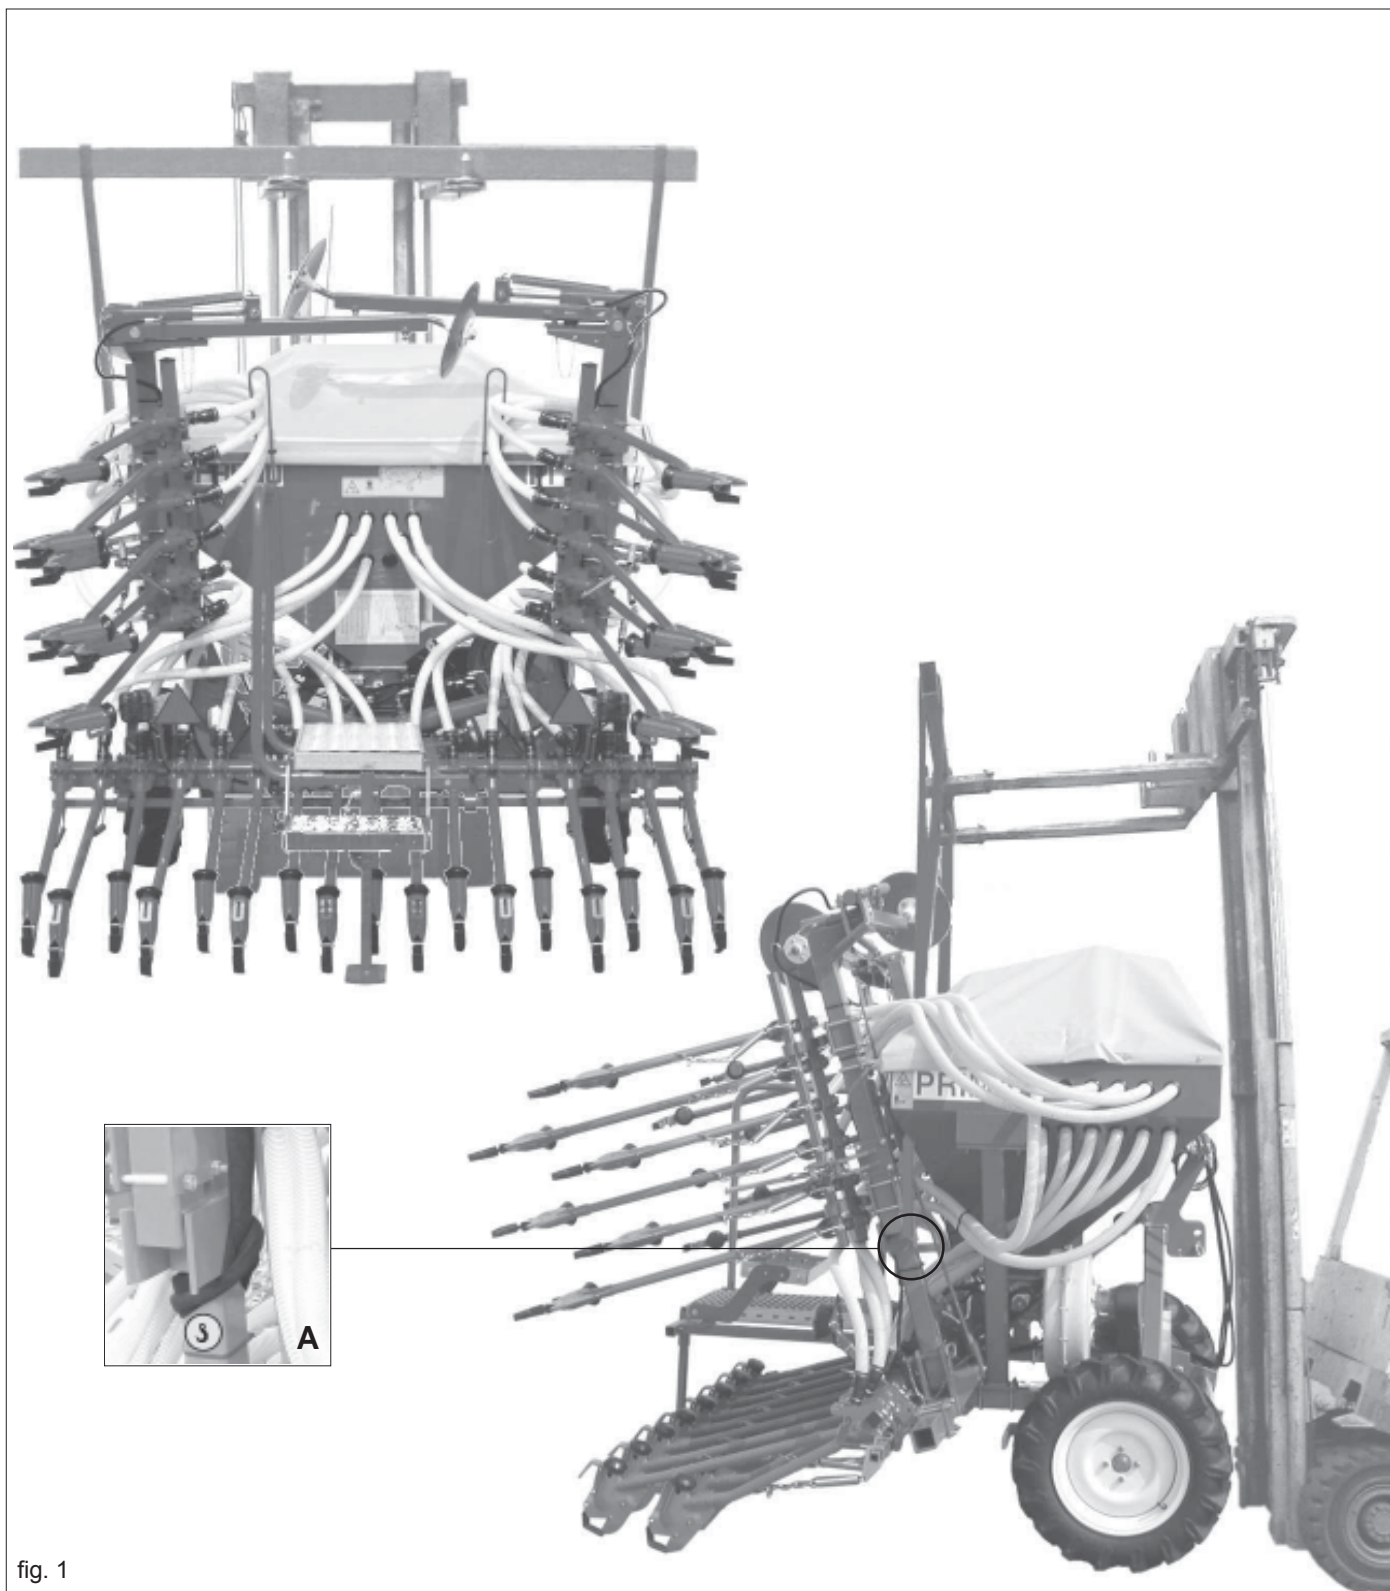
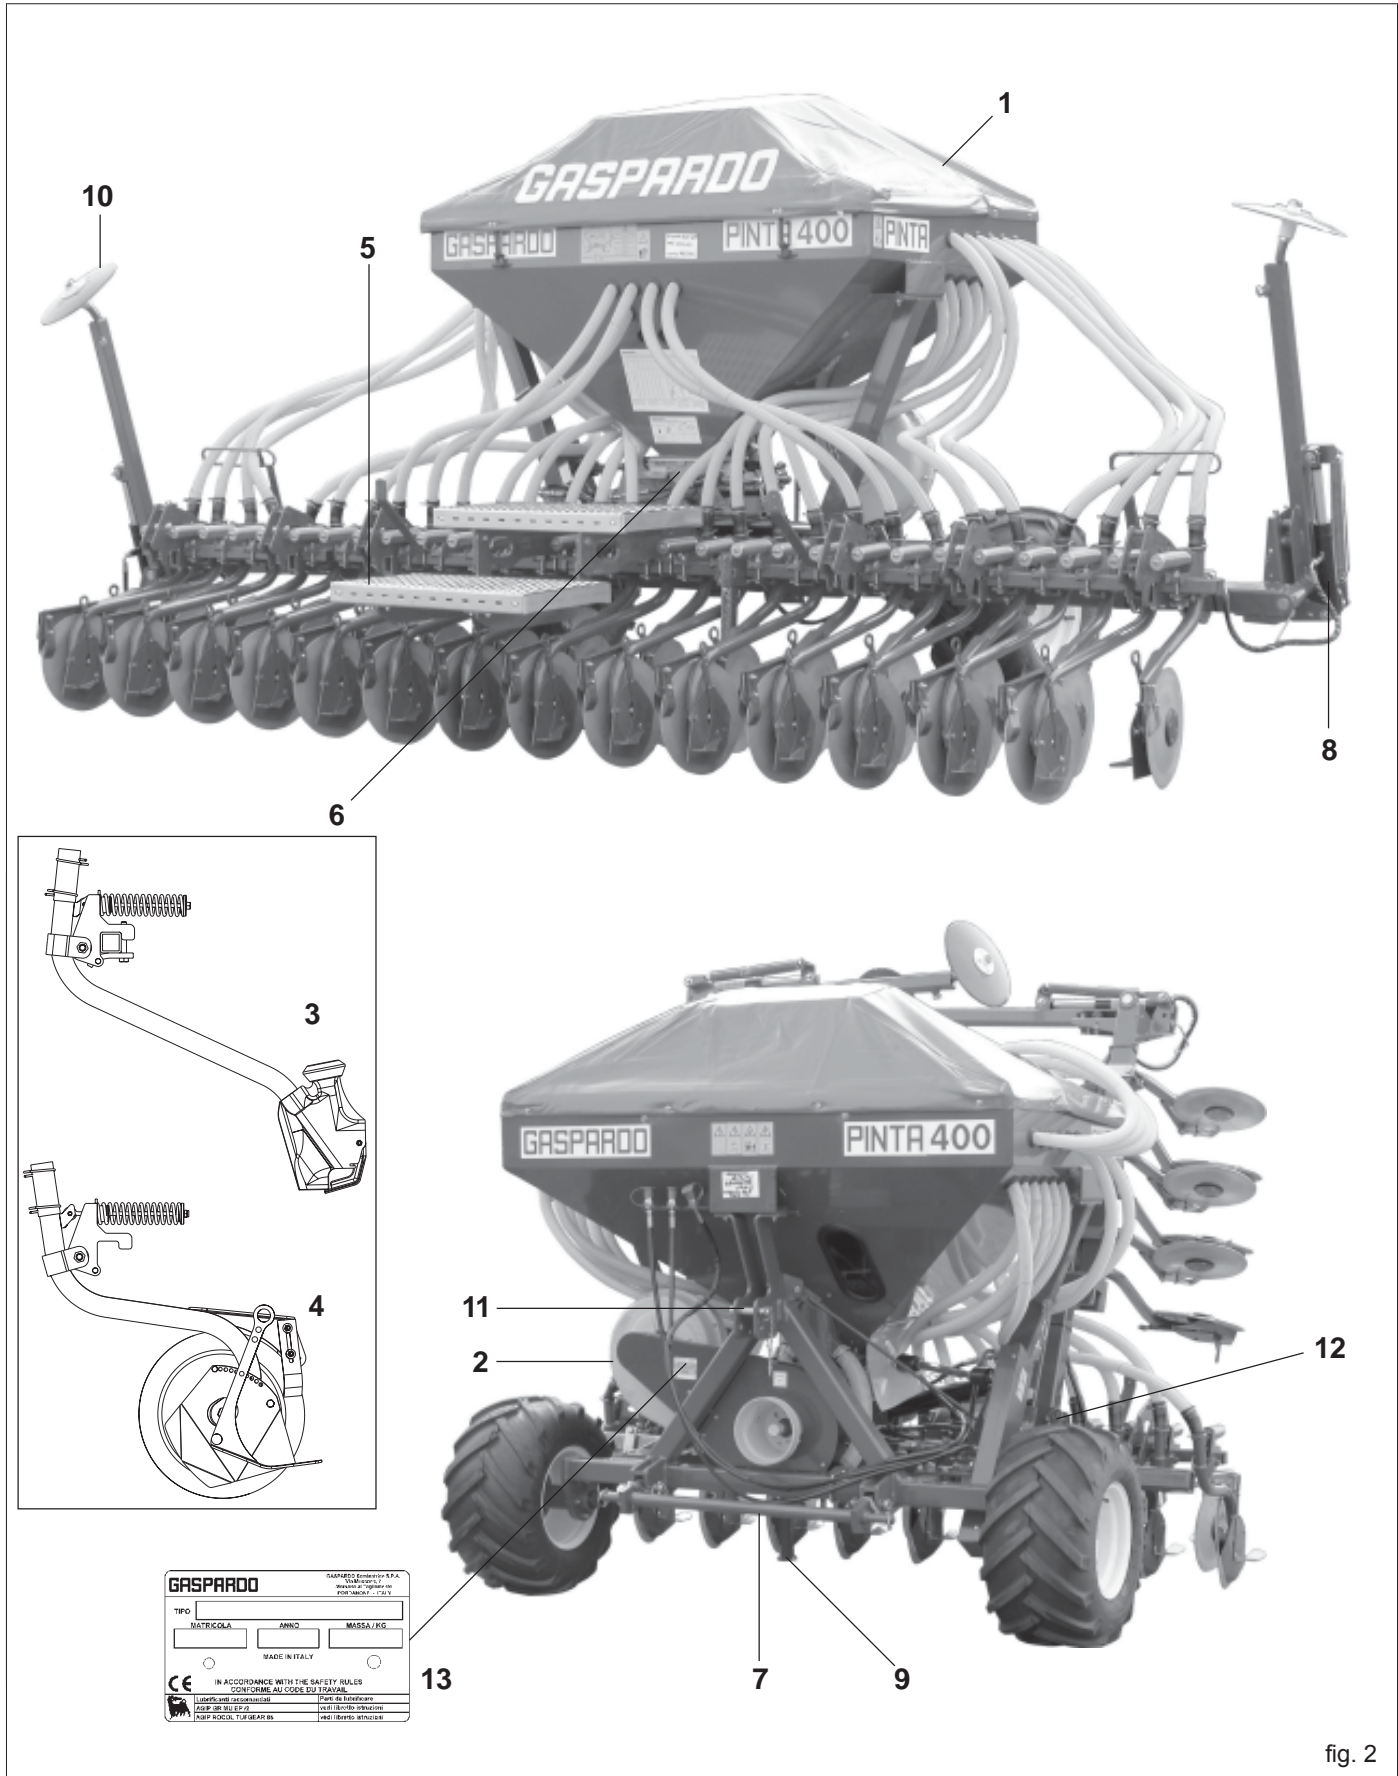
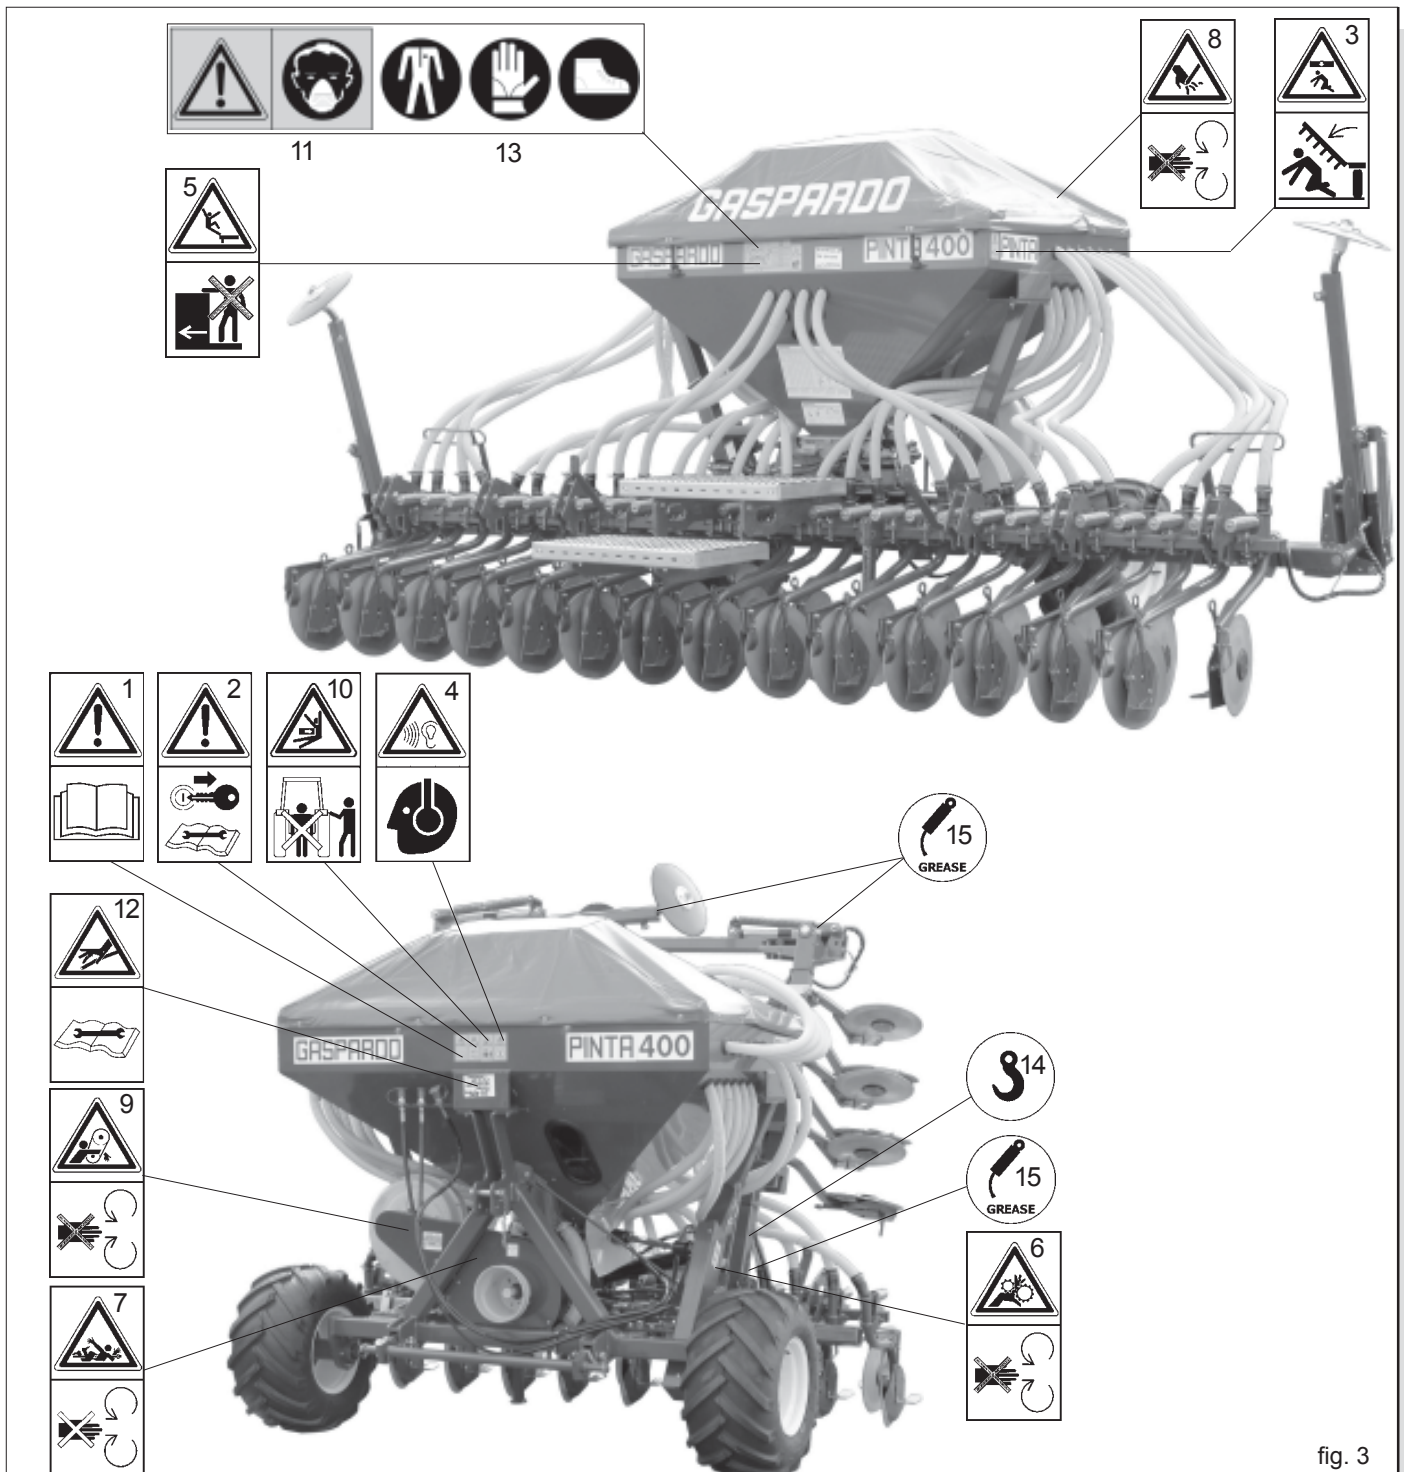

fig. 1
fig. 2
fig. 3
Jedes einzelne Gerät ist mit einem Identifizierungsschild (13 Abb. 2) ausgestattet, mit folgenden Angaben:
Falls die Maschine transportiert werden muss, muss sie an den dazu bestimmten Anschlusspunkten (A Abb. 1) durch geeigneten Aufzug oder Kran mit ausreichender Tragkraft gehoben werden. Diese gefährliche Arbeit muss absolut durch geschultes und haftendes Personal ausgeführt werden. Das Maschinengewicht kann dem Identifizierungsschild (13 Abb. 2) entnommen werden. Zum Ausrichten der Maschine das Seil spannen. Die Anschlusspunkte sind durch das graphische «Haken»-Zeichen gekennzeichnet (9 Abb. 3).
1.7 ZUSAMMENFASSEND (Fig. 2)
Die auf beschriebenen Signale sind an der Maschine angebracht (Abb. 3). Sauber halten und wechseln, falls sie abfallen oder unleserlich werden. Die Beschreibung aufmerksam lesen und die Bedeutung der Signale gut dem Gedächtnis einprägen.